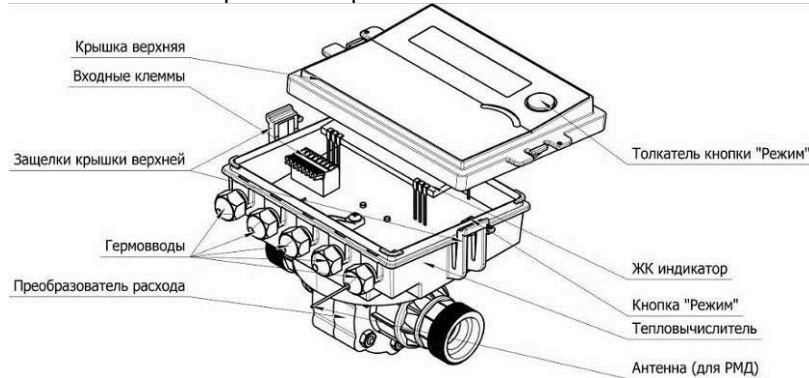

рис. 4.1
4.1 Основные элементы теплосчетчика изображены на рис. 4.1.